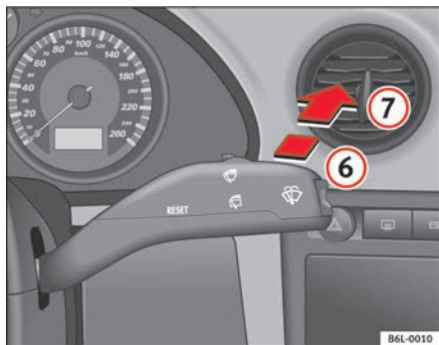

Abb. 68 Scheibenwischer- und Scheibenwascherhebel: Scheibenwischer für die Heckscheibe
- Drücken Sie den Hebel nach vorne in Raste **6** ⇒ Abb. 68. Der Wischer arbeitet etwa alle 6 Sekunden.
- Drücken Sie den Hebel ganz nach vorne in die Position **7** ⇒ Abb. 68. Die Waschanlage und der Scheibenwischer arbeiten gleichzeitig. Solange Sie den Hebel in dieser Position halten, arbeitet der Heckwischer und die Waschanlage.